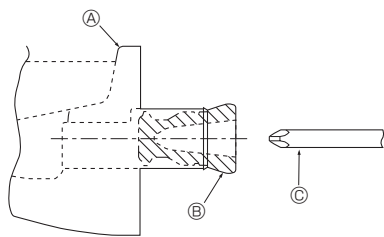

Fig. 5-1
- Kada je riječ o lijevim bočnim cijevima, ne zaboravite umetnuti gumeni utikač u desni odvodni otvor. (Fig. 5-1)